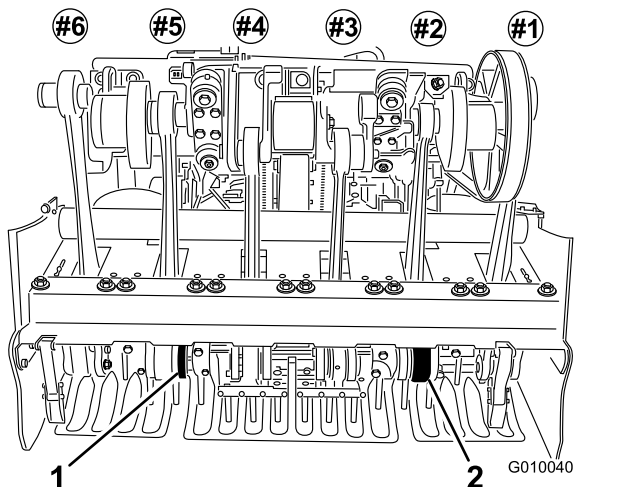

Figura 25
6. Montate le fustelle nei portafustelle n. 2 e 5 (Figura 25), e serrate i bulloni.